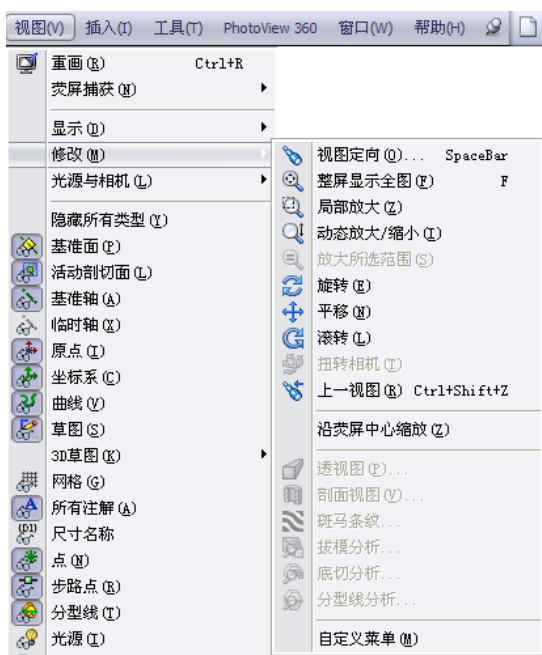

图 1-30 视图修改菜单命令
常见的视图操作方式如下：视图定向、整屏显示全图、局部放大、动态放大/缩小、旋转、平移、滚转、上一视图，在“视图”→“修改”菜单栏下显示命令，如图 1-30 所示。下面依次讲解常用命令。
- ◆ 选择菜单栏“视图”→“修改”→“视图定向”命令，如图 1-30 所示。
- ◆ 选择菜单栏“视图”→“修改”→“整屏显示全图”命令，如图 1-30 所示。
- ◆ 选择菜单栏“视图”→“修改”→“局部放大”命令，如图 1-30 所示。
动态的调整模型放大与缩小。选择菜单栏中的“视图”→“修改”→“局部放大”命令，如图 1-30 所示。在绘图区出现图标，将图标放置在模型上，按住鼠标左键，向下拖动将会缩小模型，向上拖动将会放大模型，如图 1-39 所示。